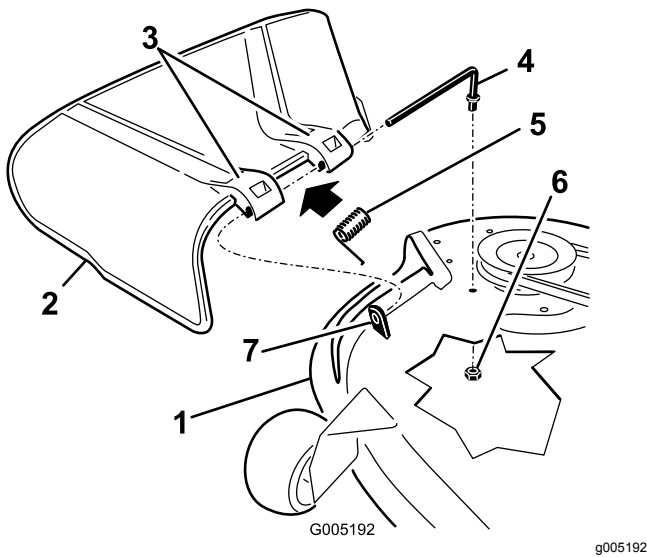

Figura 59
- Localice los elementos mostrados en la Figura 59.
2. Retire la tuerca ($\frac{3}{8}$ ") de la varilla (debajo del cortacésped) (Figura 59).
3. Retire la varilla del espaciador corto, del muelle y del deflector de hierba (Figura 59). Retire el deflector de hierba dañado o desgastado.
4. Vuelva a colocar el deflector de hierba (Figura 59).
6. Coloque el muelle sobre la varilla, con los extremos de los alambres hacia abajo, y entre los soportes del deflector de hierba. Deslice la varilla por el segundo soporte del deflector de hierba (Figura 59).
7. Introduzca la varilla, en la parte delantera del deflector de hierba, por el espaciador corto de la carcasa. Fije el extremo trasero de la varilla en el cortacésped con una tuerca ($\frac{3}{8}$ ") (Figura 59).